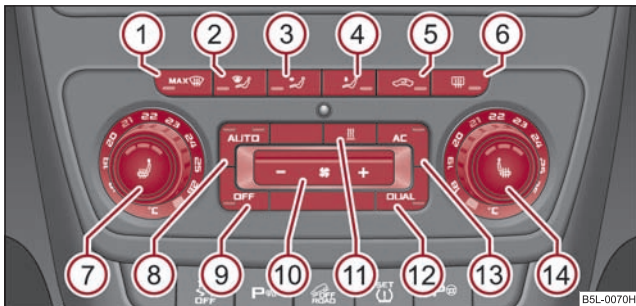

Fig. 139 Climatronic: Elementele de comandă
- Apăsați tasta  ⇒ pagina 114, fig. 139.
- Apăsați tasta **(AC)** ⇒ pagina 114, fig. 139. Lampa de control din tastă se va aprinde.
Când parbrizul s-a aburit, apăsați tasta   ⇒ pagina 114, fig. 139. După ce parbrizul s-a dezaburit, apăsați tasta .